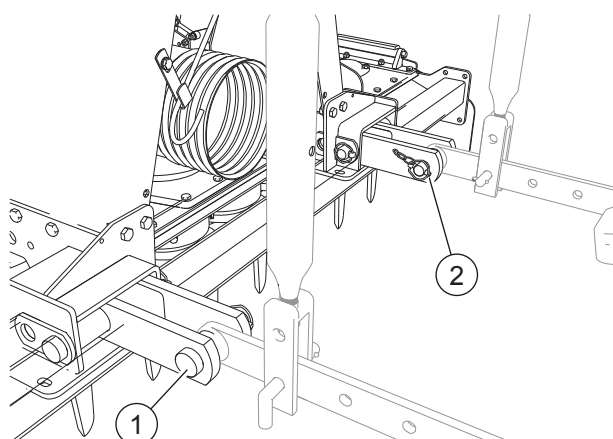

FIG. 24
(“Fig. 24”). Inserire i perni di attacco (1). Bloccare i perni con le copiglie a scatto (2) in dotazione.